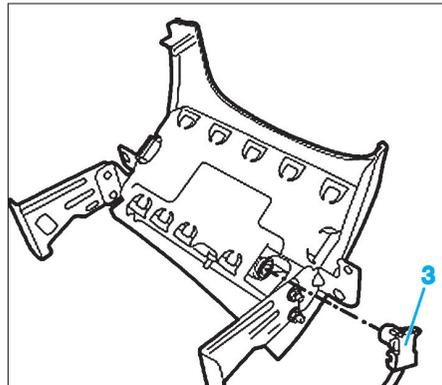

Fig. 11
- Débrancher le connecteur électrique (3) (Fig.11).